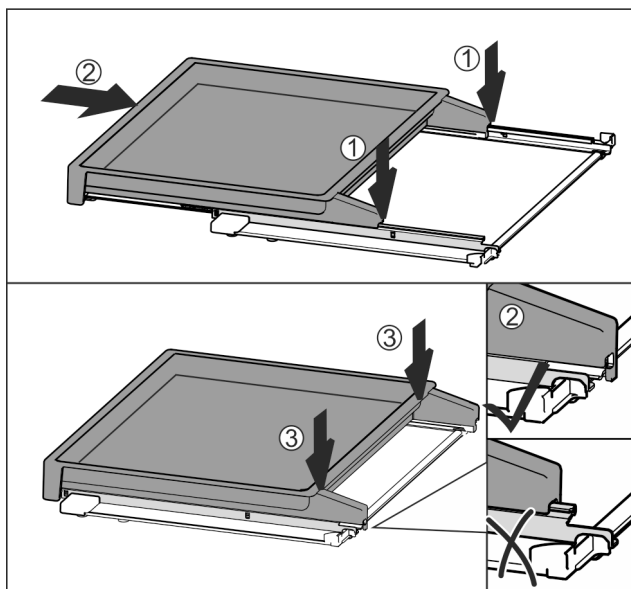

Fig. 97
- ▶ Položite jo na sredino tirnic Fig. 97 (1).
- ▶ Izvlečno polico v celoti potisnite noter Fig. 97 (2).
- ▶ Pritisnite na zadnji strani, da se slišno zaskoči Fig. 97 (3).